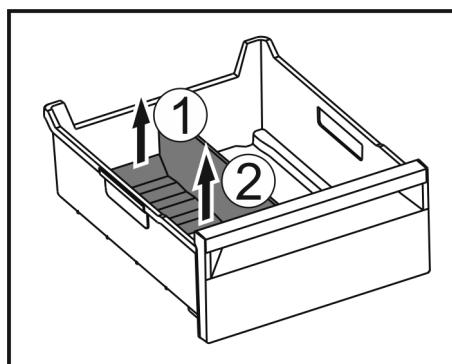

Fig. 153
- Dvignite zadnji del pregrade predala za led. Fig. 153 (1)
- Pregrado predala za led odstranite navzgor. Fig. 153 (2)